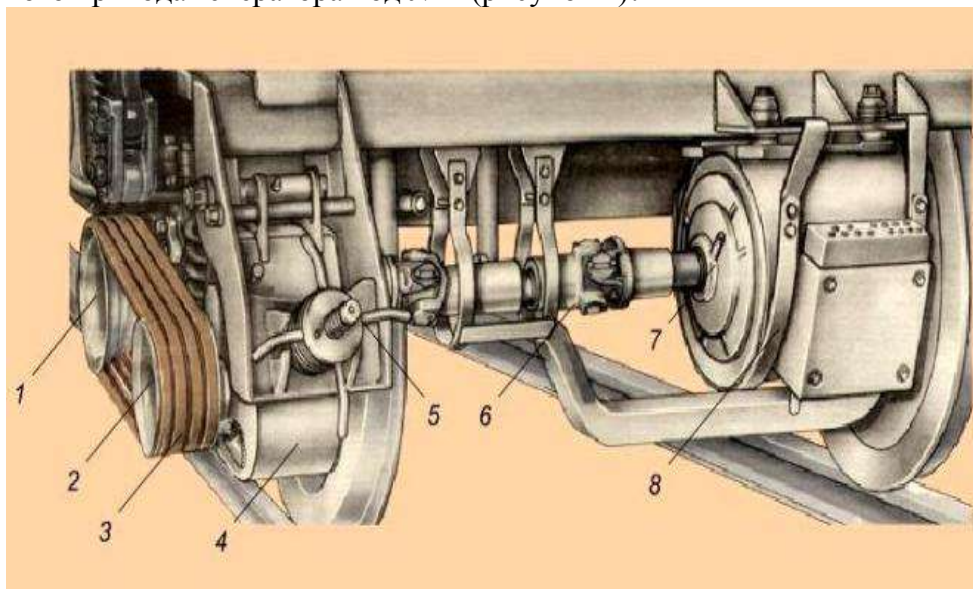

Рисунок 4 Расположение текстропно-редукторно-карданного привода:
6) По внешним признакам определите элемент конструкции текстропно-редукторно-карданного привода генератора под №4 (рисунок 4)?